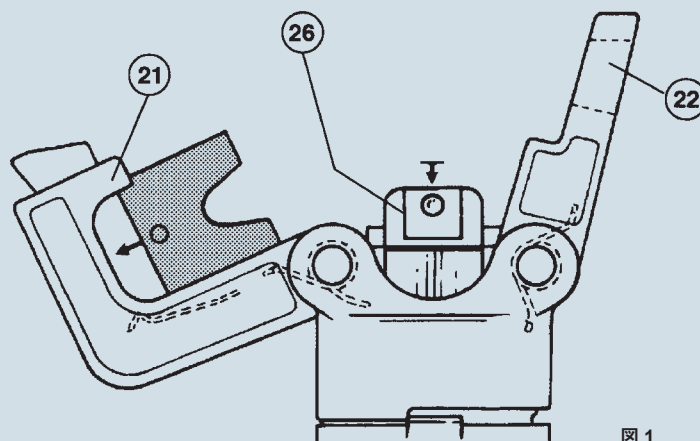
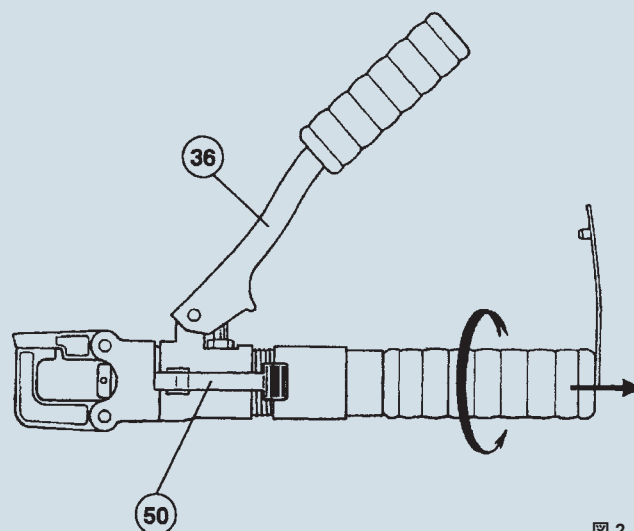

図 1
図 2
コンタクトに適合するダイス 1 組を選び、図 1、図 2 をご参照の上、ダイスを各取り付け部に装着します。1 つをダイス用台座 (21) へ、もう 1 つをダイス押し台座 (26) に取り付けます。(ダイスの各組のダイスは同じ形をしていますので、いずれの台座へも取り付け可能です) コンタクトをロケーター先端から入れ、ヘッドを開けて下さい。コンタクト圧着部は、ダイスとダイスの間の開口部からのアクセスが可能です。